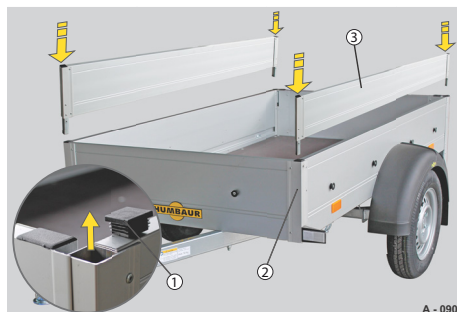

Abb. 25 Seitliche Bordwandaufsätze montieren
- Lamellenstopfen (Abb. 25/1) aus den Eckrunge entfernen.
- Die seitlichen Bordwandaufsätze (Abb. 25/3) in die Eckrunge (Abb. 25/2) der Grundbordwand einstecken.